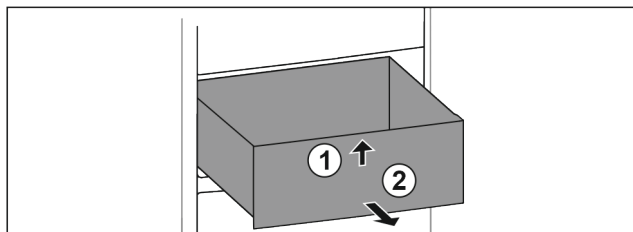

Fig. 120
- ▶ Podignite ladicu sprijeda. Fig. 120 (1)
- ▶ Izvadite ladicu prema naprijed. Fig. 120 (2)